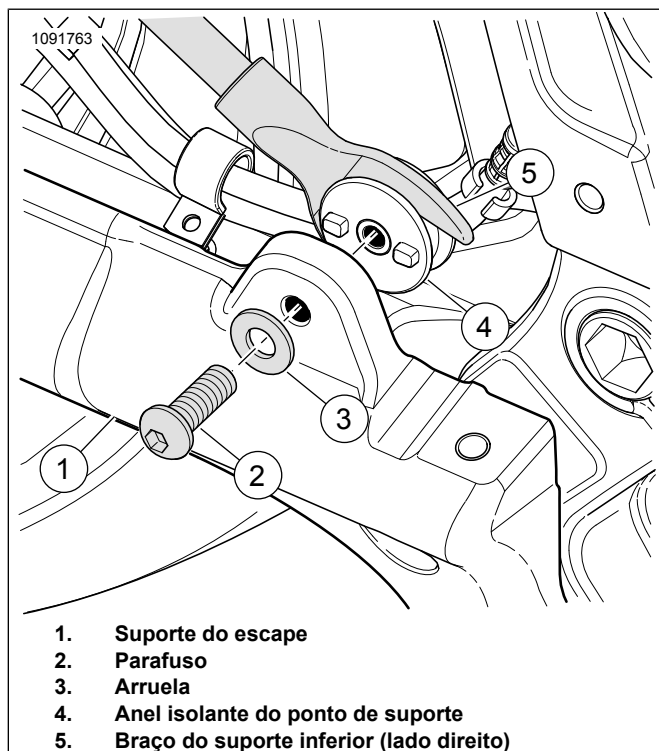

Figura 3. Montagem do acoplamento (lado direito)
1. Veja Figura 3 . Instale o anel isolante do ponto de suporte do lado direito.
- a. Encaixe as saliências do anel isolante do ponto de suporte (4) nos furos do suporte do escape (1).
- b. Instale a arruela (3) no parafuso (2).